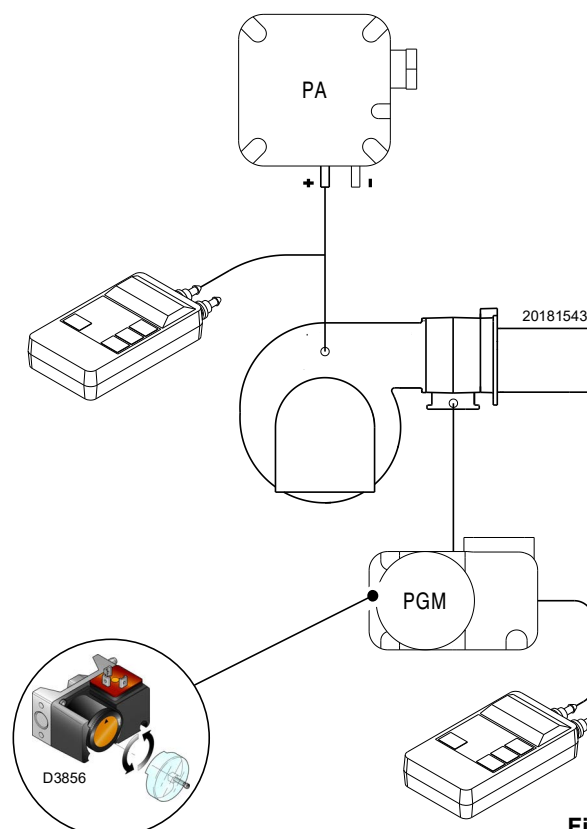

Fig. 28
- Reglați comutatorul de presiune maximă a gazului (Fig. 28 la pag. 30) la sfârșitul scalei.
Efectuați reglarea comutatorului de presiune maximă a gazului (Fig. 28) după efectuarea tuturor celorlalte reglaje ale arzătorului, cu comutatorul de presiune maximă a gazului setat la sfârșitul scării.